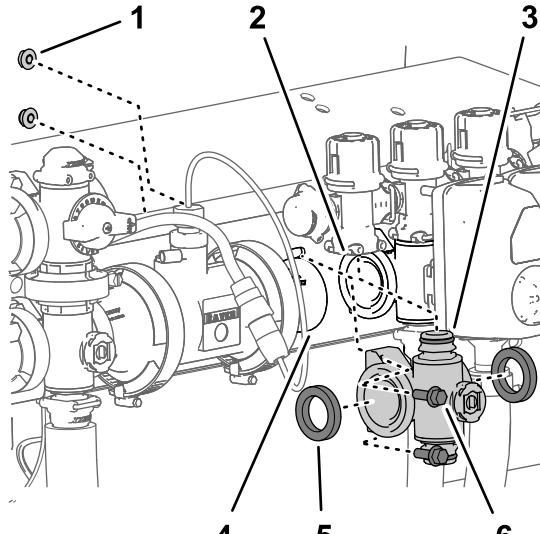

Bild 127
Bundkopfschrauben ($\frac{1}{4}'' \times \frac{3}{4}''$) und die zwei Sicherungsbundmuttern ($\frac{1}{4}''$), mit denen der Abschnittventilverteiler an der Ventilstütze befestigt ist (Bild 127).
5. Schieben Sie den Abschnittventilverteiler und die Dichtungen nach unten, um einen Abstand zum Abschnittsicherheitsventil zu erhalten; entfernen Sie sie dann von der Maschine (Bild 127).